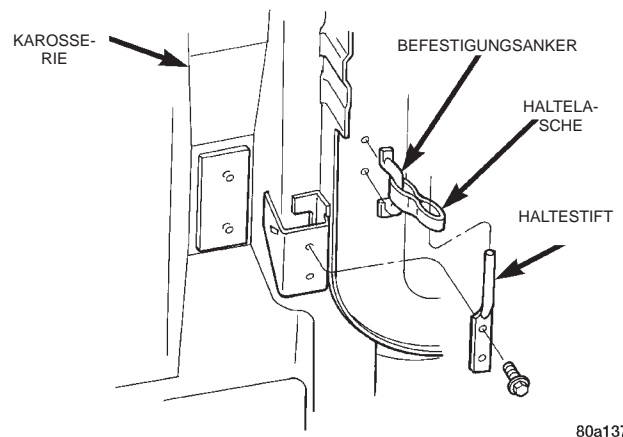

Abb. 34 Haltelasche
- (1) Tür öffnen.
- (2) Haltelasche aus dem Scharnierstift aushängen (Abb. 34).
- (3) Haltemuttern der Scharnierbolzen lösen und Tür von der Karosserie abnehmen.